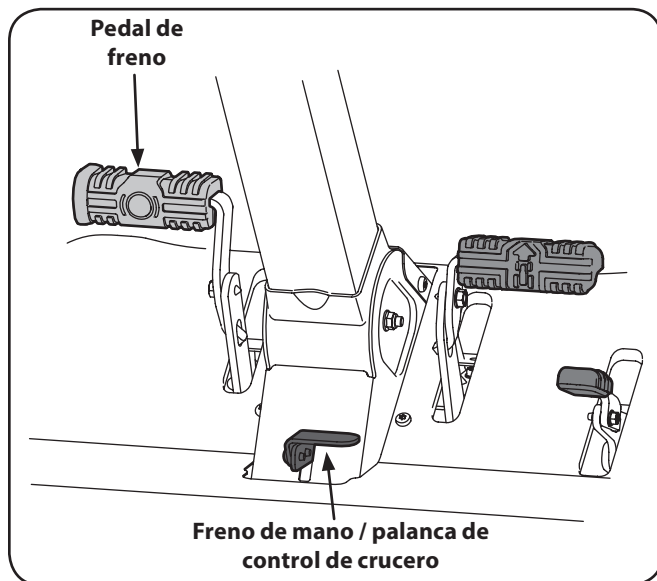

Figura 5-1
2. Ponga el freno de mano oprimiendo hacia adelante el pedal de freno (○), luego oprima la palanca de control de cruceo/freno de mano y posteriormente suelte el pedal del freno (○). Consulte la Figura 5-1.
3. Verifique que el interruptor de la toma de fuerza (PTO) se encuentre en posición desactivada (abajo). Consulte la Figura 5-1.